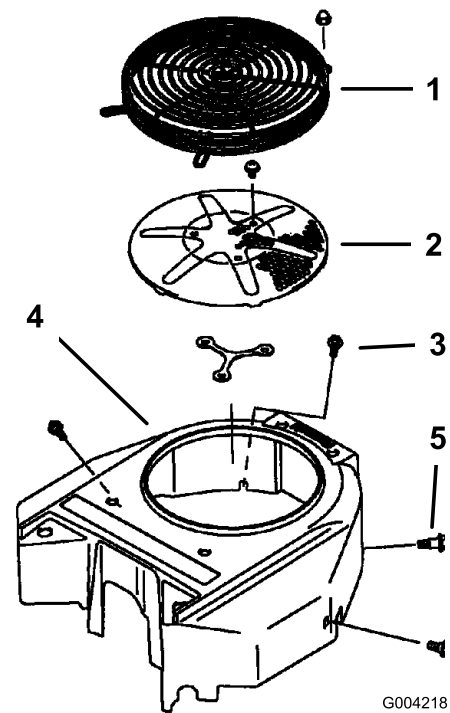

Figura 59
Antes de cada uso, retire cualquier acumulación de hierba, suciedad y otros residuos de la rejilla del motor. Esto ayudará a asegurar una refrigeración adecuada y una velocidad de motor correcta, y reducirá la posibilidad de sobrecalentamiento y daños mecánicos al motor (Figura 59).
3. Retire la rejilla de entrada de aire, el arrancador de retroceso y la carcasa del ventilador (Figura 59).
5. Instale la rejilla de entrada de aire, el arrancador de retroceso y la carcasa del ventilador (Figura 59).